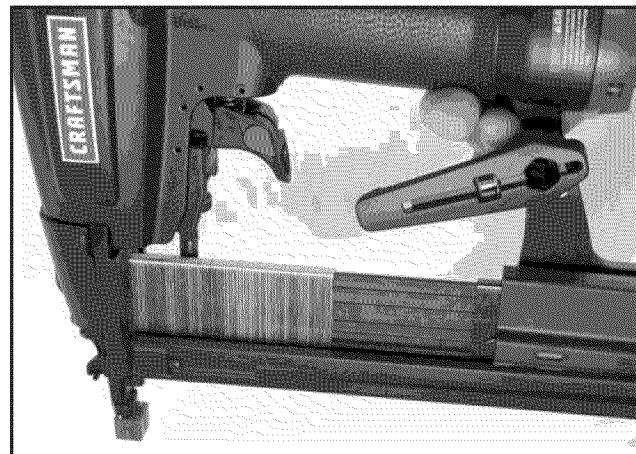

Figura 6- Carga de grapas
- Cargando las grapas: Coloque las grapas para que la tira de grapas se extienda sobre y repose en el muro interior del depósito alimentador (Ver la figura 6)